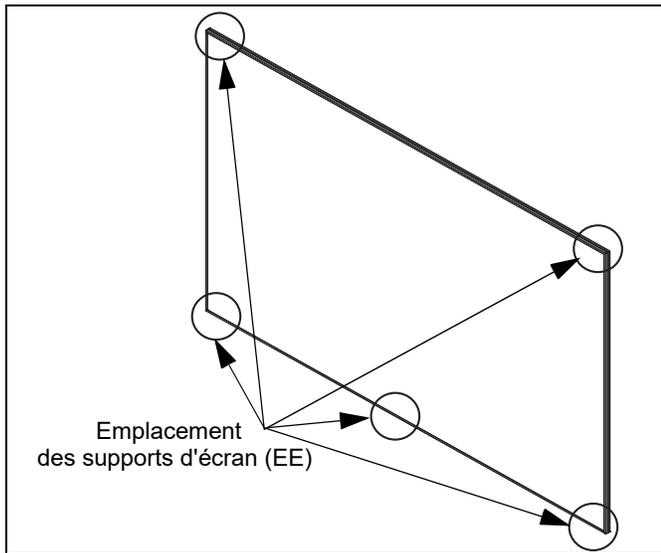

Figure 24
**IMPORTANT!** : Assurez-vous d'installer les 5 supports d'écran (EE) pour que l'installation soit solide.
**REMARQUE** : Après avoir aligné l'image, utilisez 3 supports d'écran (EE) le long du bas de l'écran, et placez les supports le plus proche possible des coins extérieurs. Les deux supports restants devront être utilisés pour le haut de l'écran. (Voir figure 24)